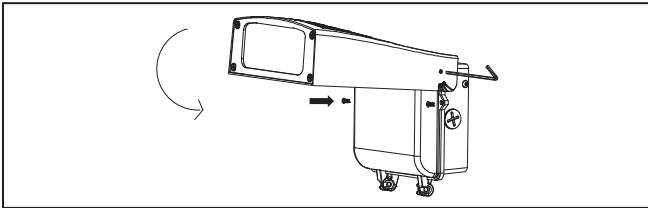

Figura 7
9. Cierre y ajuste los tornillos de la caja del controlador para asegurarla. Apriete los tornillos a un máximo de 13 in-lb (1,46 Nm). Ajuste el cabezal del luminario hacia abajo. (Figura 7)